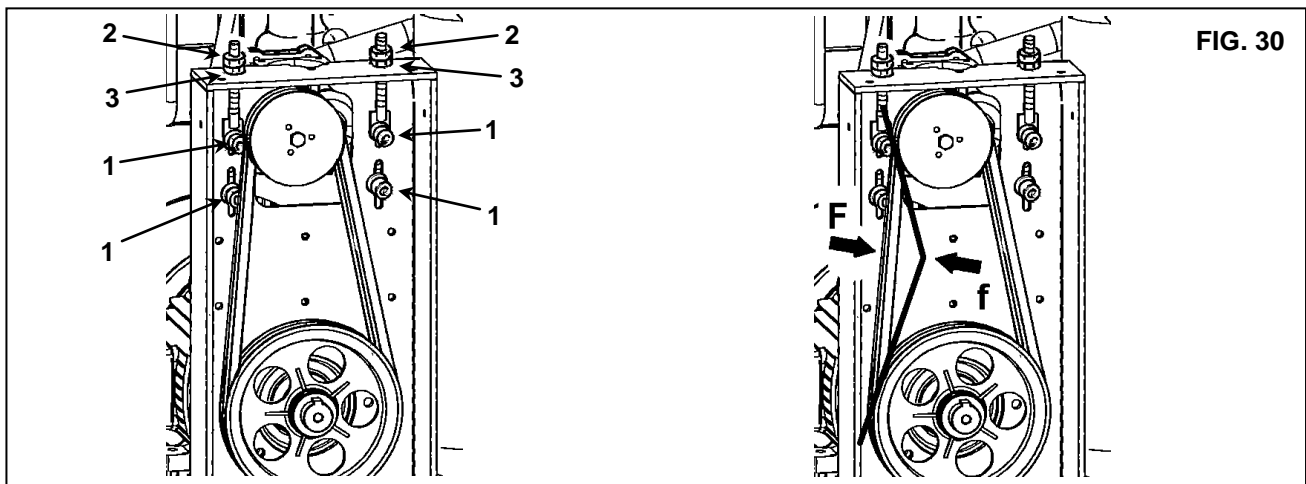

FIG. 30
- Lossa skruvarna ett halvt varv Ref. 1 fig. 30.
- Lossa låsmuttern Ref. 2 fig. 30.
- Justera remspänningen genom att vrida på skruven Ref. 3 Fig. 30.
- Lås låsmuttern igen Ref. 2 fig. 30.
- Dra åt skruvarna igen Ref. 1 fig. 30.